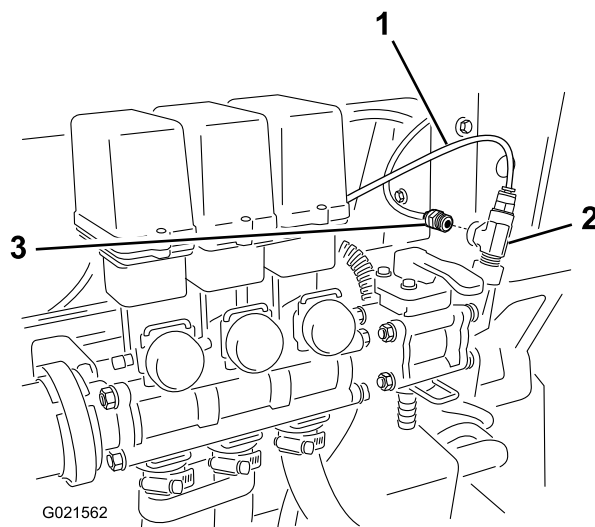

Figure 9
3. Localisez le tube rouge de manomètre qui sort de l'arrière du boîtier de commande et raccordez-le à l'ouverture du raccord en T (Figure 9).